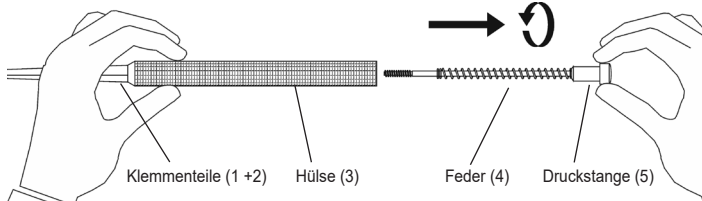

Abb. 2
- Schrauben Sie die Druckstange (5) aus der Hülse (3) und entfernen Sie diese mit der Feder (4) gemäß Abb. 2.
- Demontieren Sie die Muskelklemme nach Bangerter gemäß Abb. 2 bis 4.